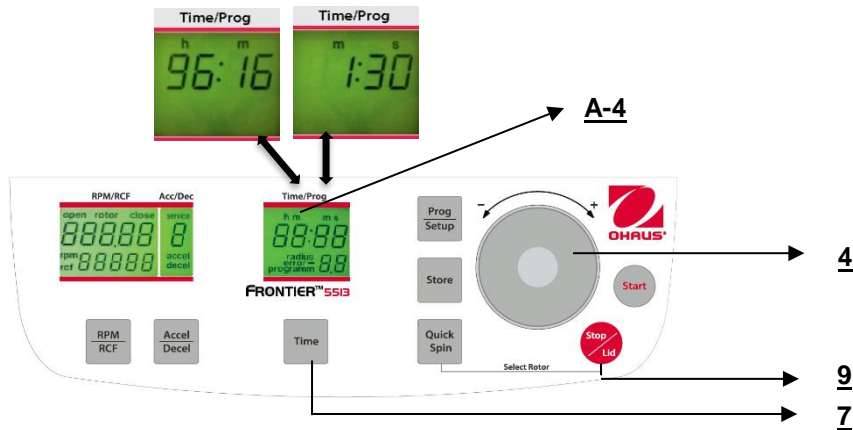

Figura. 17
3. La operación continua **"cont"**, que puede interrumpirse con el botón **"Stop/Lid"** (9) (vea la Figura 17).
La pantalla siempre muestra el tiempo de operación restante. (Vea la figura 17.)